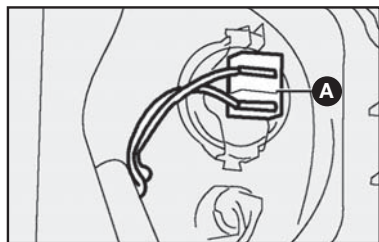

fig. 14
2) soltar o conector A-fig. 14 de alimentação da lâmpada.